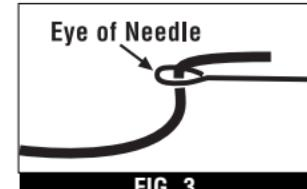

FIG. 3
- Attach the other end of the elastic cord to the eye of the needle. If necessary, wrap thin clear tape around the joint to secure elastic cord to needle. (Fig. 3)
1. Passez l'autre bout du câble élastique dans le chas de l'aiguille. Mettez, si nécessaire, du papier adhésif étroit afin que le câble élastique ne puisse pas sortir du chas de l'aiguille. (Fig. 3)
1. Una el otro extremo de la cuerda elástica al ojo de la aguja. Si es necesario, envuelva con cinta adhesiva fina y transparente alrededor de la junta para asegurar la cuerda elástica a la aguja. (Fig. 3)